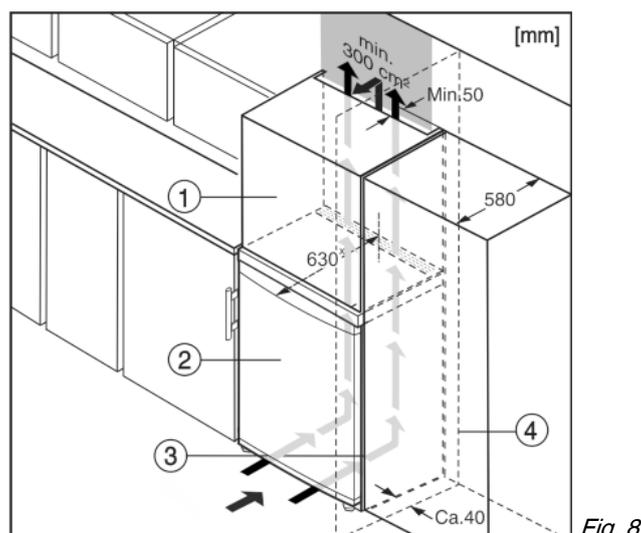

Fig. 8
Устройство может быть окружено предметами кухонной обстановки. Чтобы уравнивать устройство Fig. 8 (2) по высоте с кухонной стенкой, можно установить над устройством соответствующий дополнительный шкафчик Fig. 8 (1).
При комбинировании с кухонными шкафами (глубина макс. 580 мм) устройство можно установить непосредственно рядом с кухонным шкафом Fig. 8 (3). Устройство выступает сбоку на 34 мм^x и по центру на 50 мм^x относительно передней стенки кухонного шкафа.
Если устройство установлено на шарнирах у стены Fig. 8 (4), то расстояние между устройством и стеной должно быть не менее 40 мм. Настолько выступает ручка при открытой дверце.